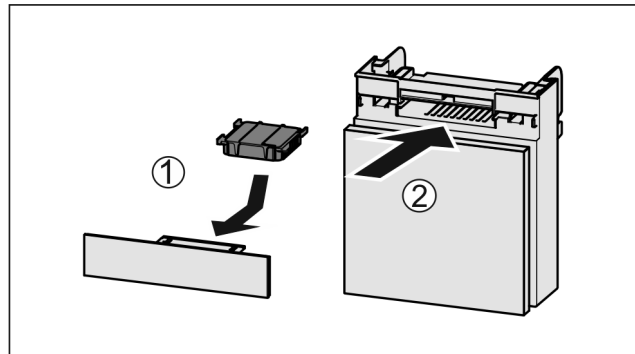

Fig. 77
- Actiefkoolfilter overeenkomstig afbeelding aanbrengen Fig. 77 (1).
- Lade erin schuiven Fig. 77 (2).